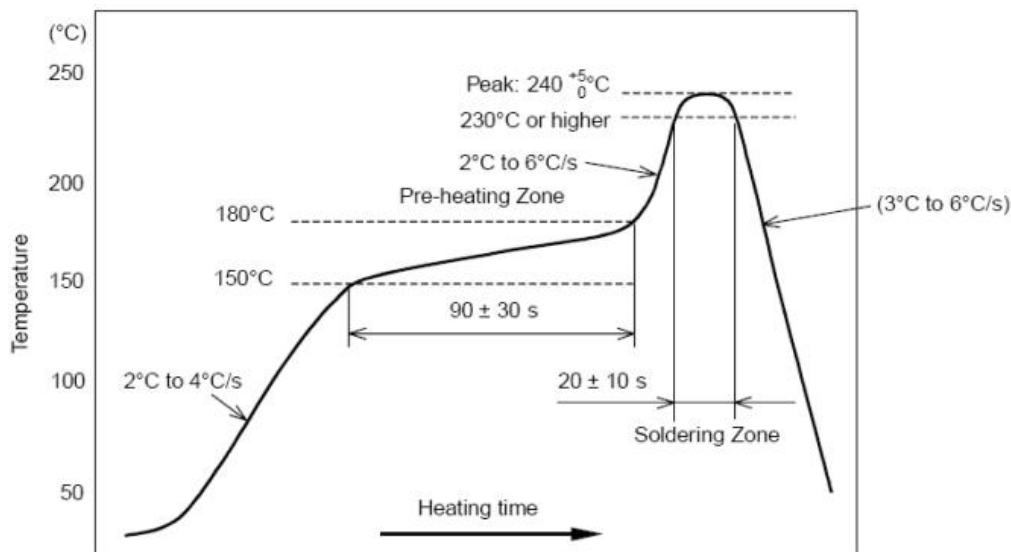

图 6. 部件的焊接耐热性温度曲线(焊接点)
- 2、允许回流焊次数：2 次，基于以下回流焊(条件)(见图 6)；
- 3、温度曲线：回流焊应按照下列温度曲线(见图 6)；